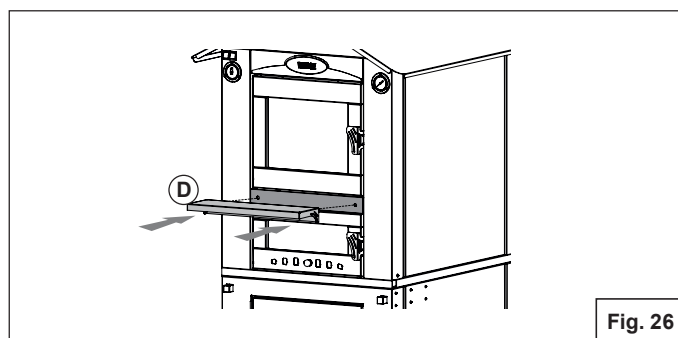

Fig. 26
Posizionare la mensola (D) frontalmente, tra i due sportelli, facendo attenzione che i fori corrispondano a quelli presenti sulla struttura del forno (Fig.26).